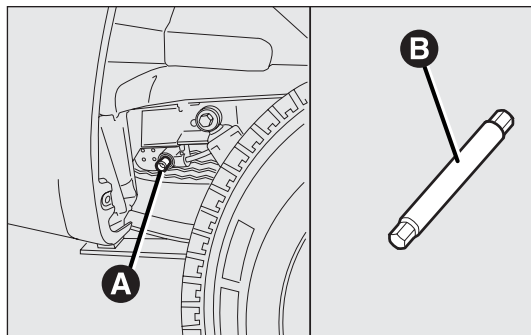
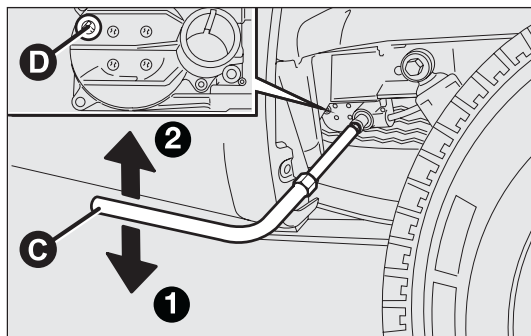

рис. 161
рис. 162
- ☐ во всех моделях автомобилей под аркой заднего правого колеса поверните верстачный винт А – рис. 161 крепежного устройства запасного колеса с помощью входящего в комплект ключа со специальным удлинителем В;
- ❑ поверните винт С – рис. 162 против часовой стрелки 1, чтобы отпустить крепление запасного колеса;
- ☐ поставьте входящий в комплект ключ C – рис. 162 со специальным удлинителем B – рис. 161 на винт A – рис. 161 устройства для размещения запасного колеса и поверните ключ по часовой стрелке 2, чтобы колесо полностью вошло в посадочное положение под шасси автомобиля. Проверьте, чтобы в отверстии на устройстве появилась отметка блокировки колеса в положении D – рис. 162.
- ☐ поставьте входящий в комплект ключ С – рис. 162 со специальным удлинителем В – рис. 161 на винт А – рис. 161 устройства для размещения запасного колеса и поверните ключ по часовой стрелке 2, чтобы колесо полностью вошло в посадочное положение под шасси автомобиля. Проверьте, чтобы в отверстии на устройстве появилась отметка блокировки колеса в положении D – рис. 162.